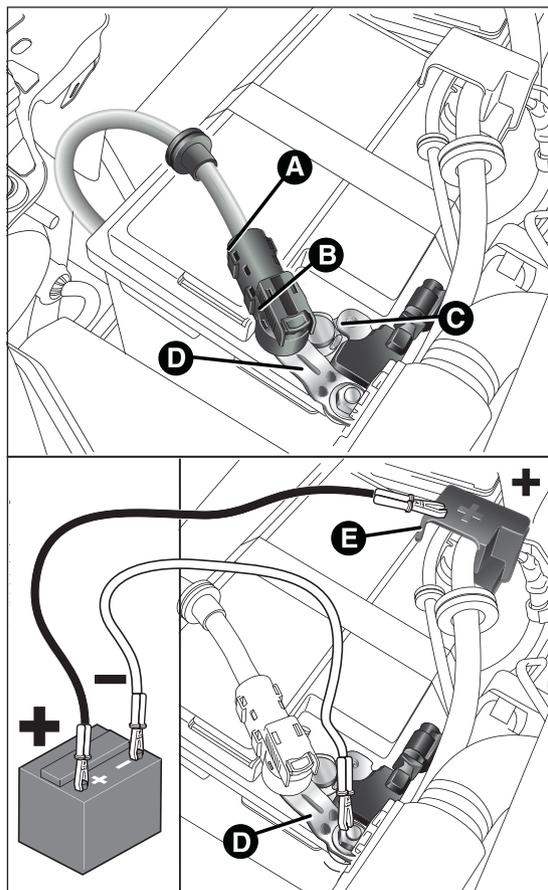

fig. 158
- disconnettere il connettore A fig. 158 (tramite azione sul pulsante B) dal sensore C di monitoraggio dello stato batteria installato sul polo negativo D della batteria stessa;
- dopo aver scollegato l'apparecchio di ricarica, ricollegare il connettore A fig. 158 al sensore C come da figura.